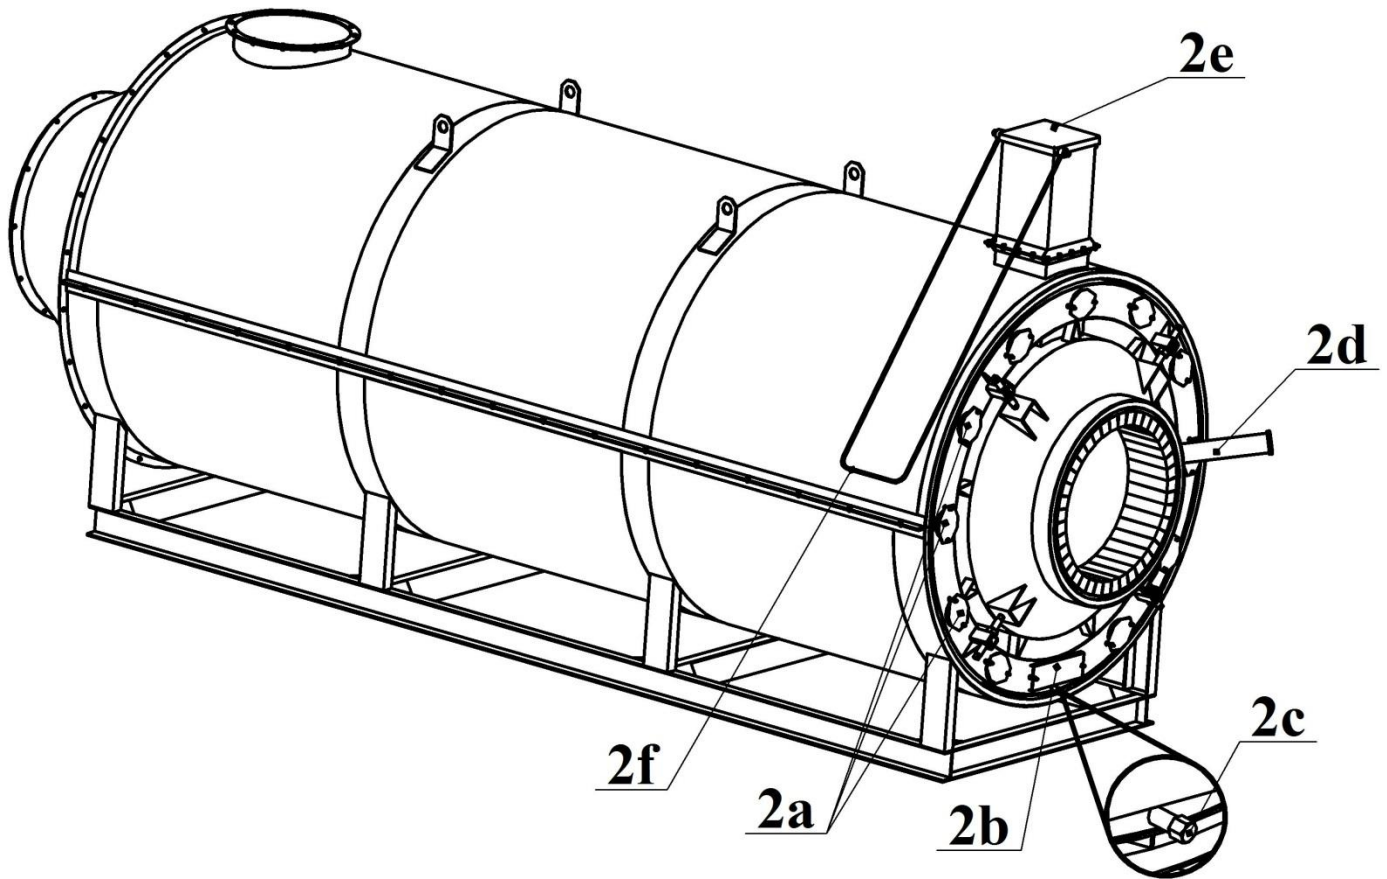

Рисунок 3 – Схема для пояснення роботи теплообмінника:
1.15 Візуально контролювати появу полум'я на виході з теплогенератора через оглядову трубу 2d в теплообміннику (див. рисунок 3).